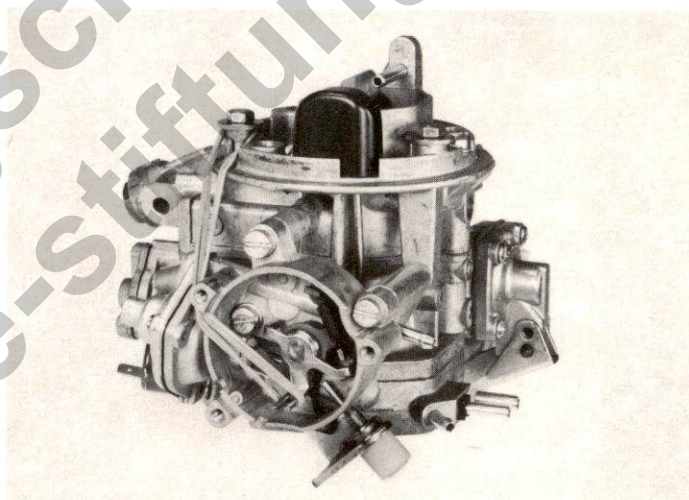

Abb. 37
- Bei erfolgter Phaseneinstellung die Aufnahmegabel der Bimetallfeder im Uhrzeigersinn drehen, bis die Feder vollständig zusammengedrückt ist, und kontrollieren, dass die Schnelleerlaufschraube auf keiner Stufe des Nockens aufliegt. Sollte dies jedoch der Fall sein, dann ist die Zugstange der Starterklappe zu überprüfen und die Phaseneinstellung zu Wiederholen. (Abb. 37).